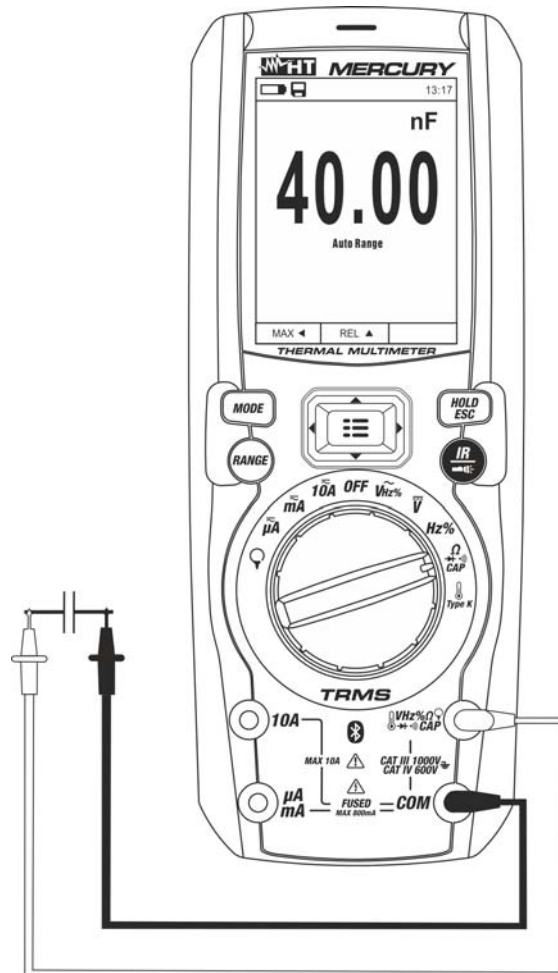

Fig. 26: Uso del instrumento para medida de Capacidades
5. Posicione las puntas en los extremos del condensador en examen respetando eventualmente las polaridades positivas (cable rojo) y negativas (cable negro) (ver Fig. 26). El valor se muestra en el visualizador. **En función de la capacidad, el instrumento podría tardar varios segundos antes de visualizar el valor final correcto.** La barra gráfica no está activa en esta función